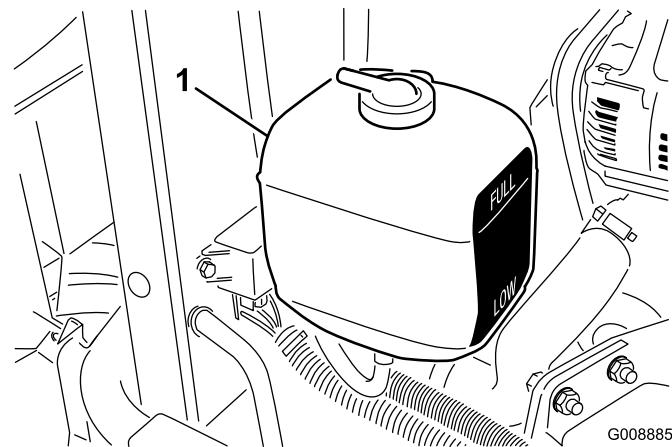

Bild 28
1. Prüfen Sie den Kühlmittelstand im Ausdehnungstank (Bild 28). Bei einem kalten Motor muss der Füllstand ungefähr auf halber Höhe zwischen den beiden Markierungen stehen.